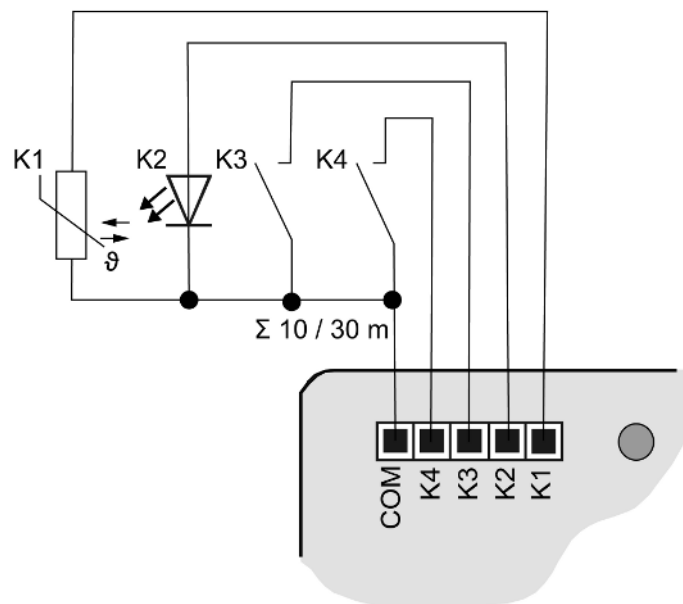
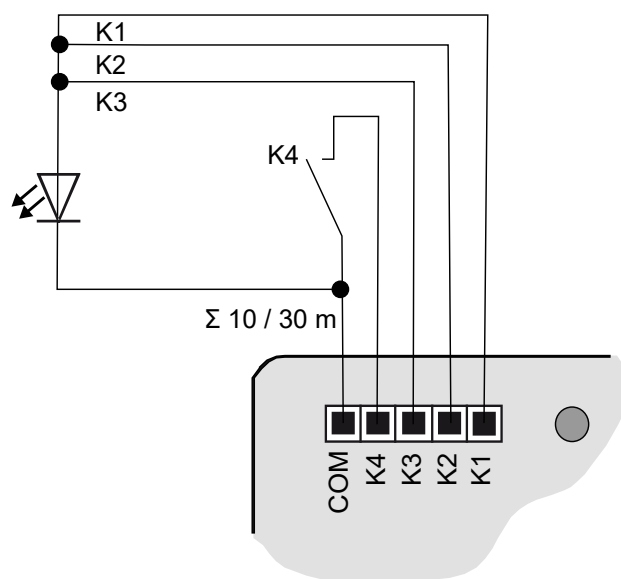

Figura 7: Esempio di collegamento
Figura 8: Esempio di collegamento con uscite collegate in parallelo
- Opzionale (solo variante "Comfort") (Vedi capitolo "Accessori" ► Pagina 26): Pulsanti, interruttori, contatti. Collegare il LED o l'NTC secondo gli esempi di collegamento utilizzando i cavi di collegamento in dotazione. Gli esempi di collegamento ( e (Vedi figura 8)) mostrano l'utilizzo con ingressi, uscite e sensori.
- Collegare i pulsanti, gli interruttori, i contatti, i LED o l'NTC secondo gli esempi di collegamento con i cavi di collegamento in dotazione ((Vedi figura 7) e (Vedi figura 8)). Gli esempi di collegamento mostrano l'utilizzo con ingressi, uscite e sensori.
Collegamento in parallelo delle uscite possibile, per utenze con elevato fabbisogno di energia. Nell'esempio (Vedi figura 8) K1-K3 sono qui collegate in parallelo.